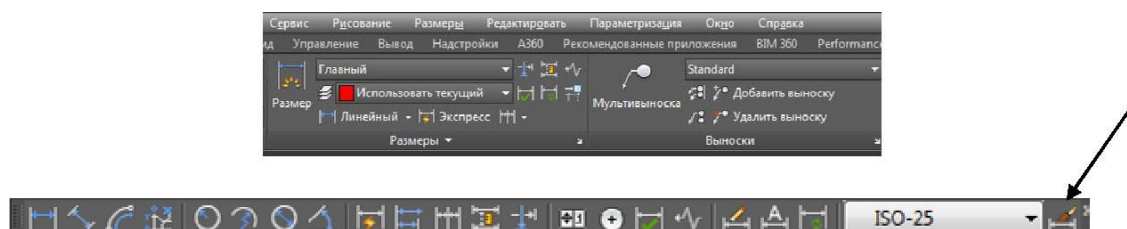
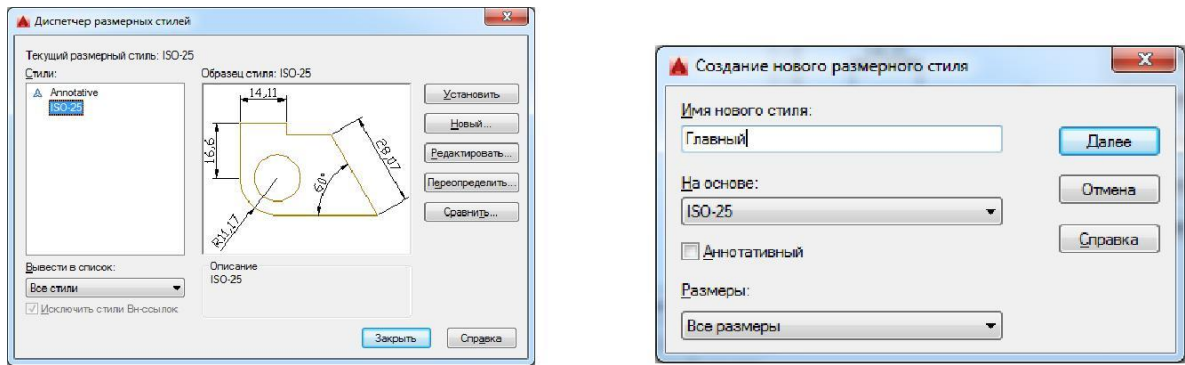

Рис.1.
Рис. 2.
Диалоговое окно настройки размерного стиля (см. рис.2). "Диспетчер размерных стилей" вызывается из падающего меню *Размеры* □ *Стиль...* или *Формат* □ *Размерные стили* или кнопкой на вкладке "Аннотации" □ *Размеры* или кнопкой на панели инструментов Размеры (см. рис.1).
Для создания нового размерного стиля щелкните на кнопке "Новый". В окне диалога (рис.2) задайте имя нового стиля и установите тот стиль, который собираетесь взять за основу. Нажмите клавишу Далее
7. Для простановки размеров служат падающее меню, плавающая панель инструментов и экранное меню. Плавающая панель инструментов представлена на рис.1.